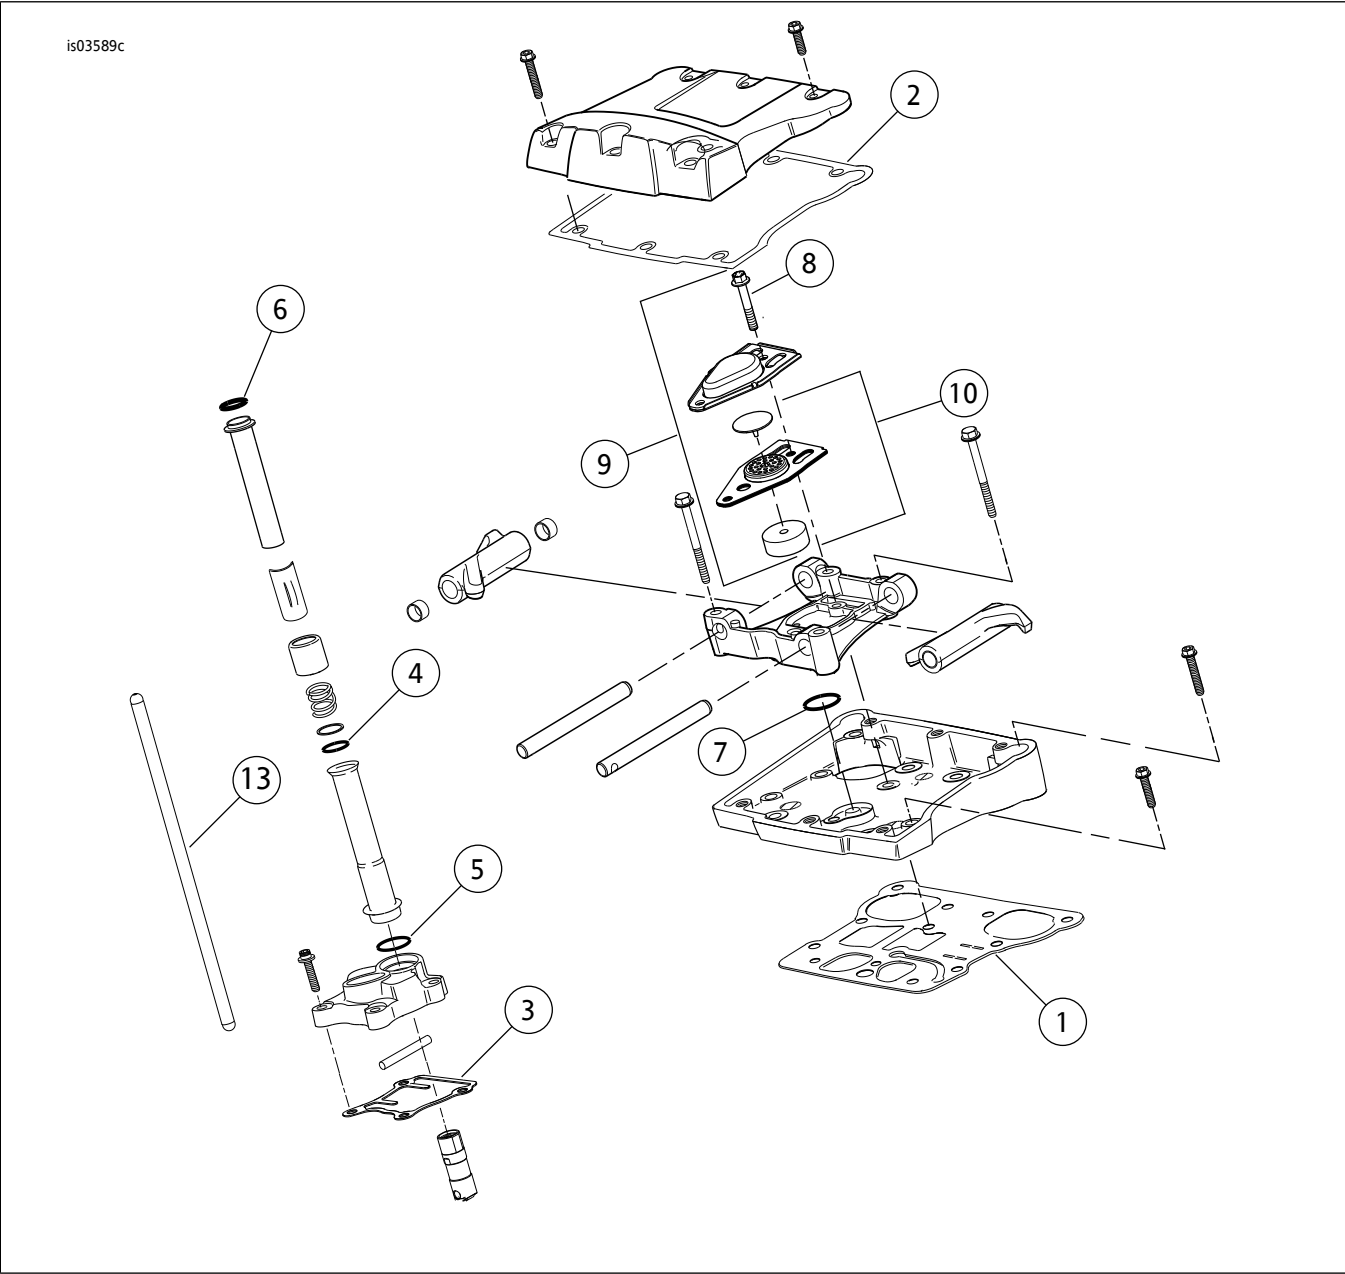
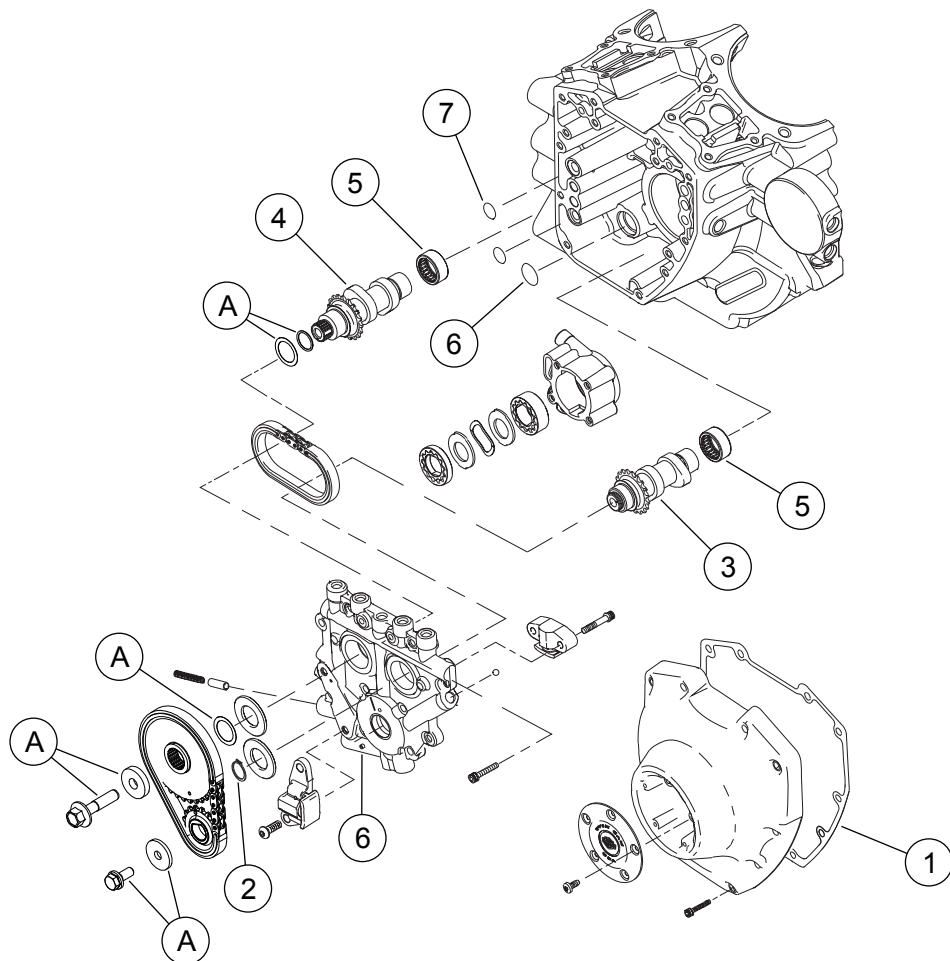

图2。维修零件：Screamin' EagleProTC103(96立方英寸至103立方英寸)Stage4套件
图3。维修零件：Screamin' Eagle Pro TC 103(96立方英寸至103立方英寸)Stage 4套件
参见图2至图3以及表2至表3。
1. 参见图3。检查凸轮轴滚针轴承 (5) 并在必要时更换。
2. 参见图2至图3。使用套件中的零件，将凸轮组装至凸轮盘、高性能汽缸头和发动机顶端部件。参阅维修手册中相应的“发动机”章节。